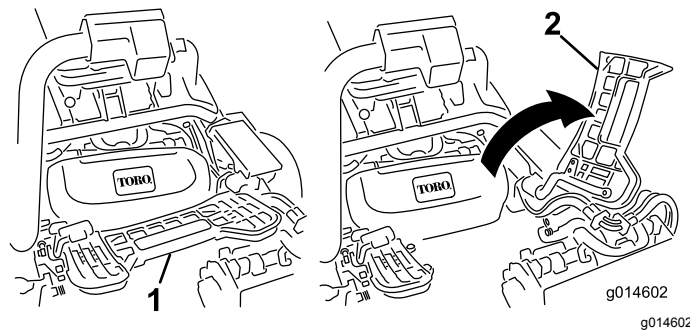

Figura 11
7. Per installare l'apparato di taglio centrale, sollevate il poggiapiedi e ruotatelo, per consentire l'accesso alla posizione dell'apparato di taglio centrale (Figura 11).